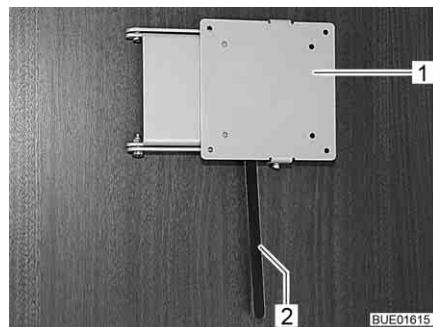

Bild 50 Halterung mit Entriegelungshebel
- Den Entriegelungshebel (Bild 50,2) zur Seite drücken und die Halterung (Bild 50,1) mit dem Flachbildschirm in die gewünschte Position drehen.
- Flachbildschirm zurückdrehen, bis die Halterung (Bild 50,1) in die Verriegelung einrastet.